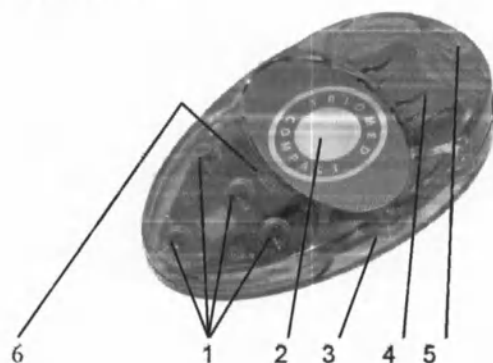

Рис. 1 Общий вид
- 1.3.2. На «крышке» корпуса аппарата (лицевой панели) размещается кнопка управления (рис. 1).
- 1.3.5. На боковых поверхностях аппарата (рис. 1) размещается петля подвеса и переключки для крепления ремешка.
1.5.3. На поверхности динамика, расположенного внутри прозрачного корпуса (рис. 1), прикреплена табличка по ГОСТ 12969, на которой указаны:
- идентификационный номер, который составляется из обозначения модели аппарата (RC), порядкового заводского номера, разделительного знака (/) и даты изготовления (последние две цифры года).